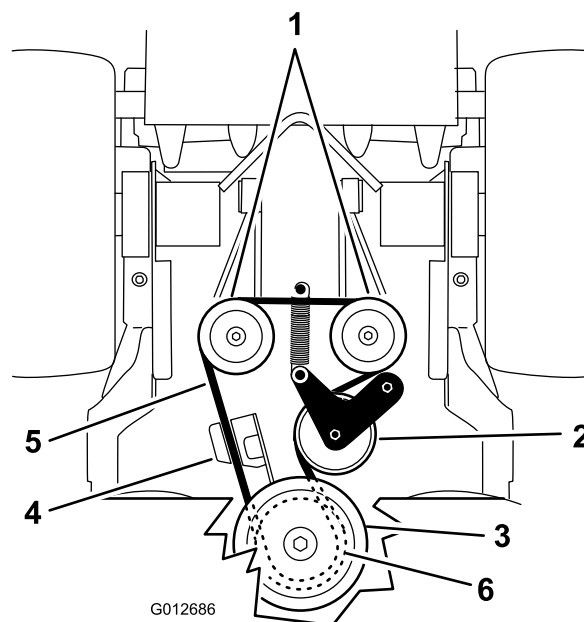

Figura 68
- Desengate a mola intermédia da estrutura (Figura 68).
- Instale a mola intermédia na estrutura (Figura 68).